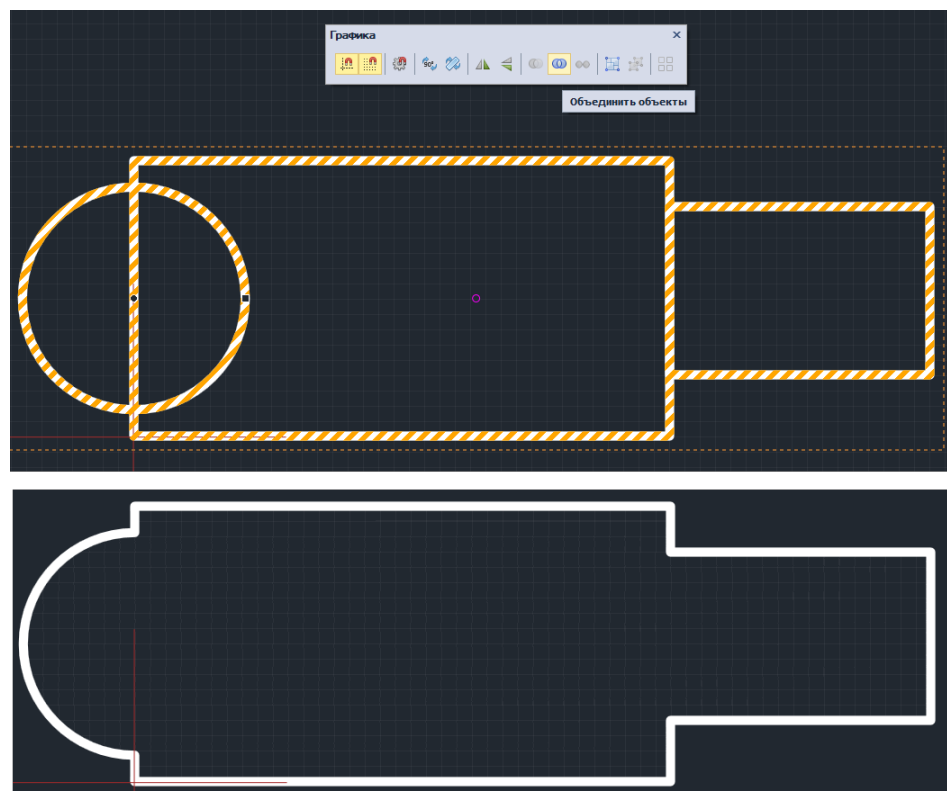

Рис. 58 Работа инструмента «Объединить объекты»
3. На панели инструментов «Графика» воспользоваться инструментом «Объединить объекты», см. Рис. 58.